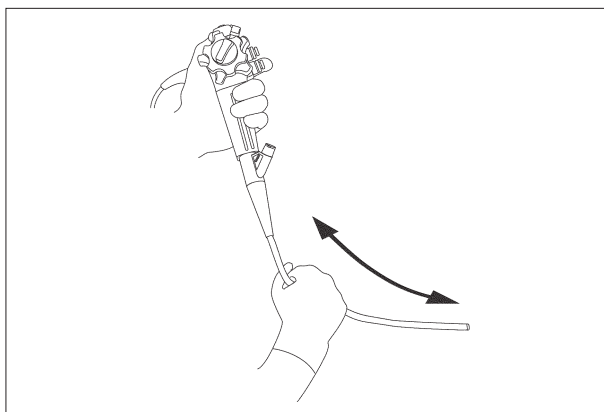

Рис. 3.2
4. Осторожно удерживая вводимую трубку рукой, произведите тщательное обследование кончиками пальцев всей поверхности вводимой трубки в обоих направлениях (см. рис. 3.2). Убедитесь в отсутствии выступающих участков металлической проволоки на вводимой трубке. Также убедитесь в том, что вводимая трубка имеет нормальную гибкость.